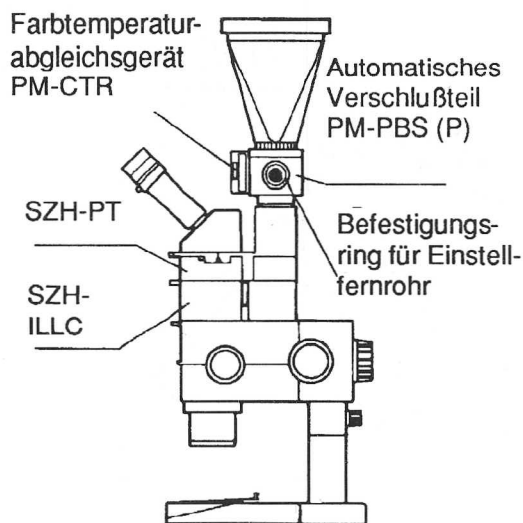

Abb. 18
Da das Mikroskop so konzipiert ist, daß Abgleich zwischen Beobachtung und Fotografie besteht, muß nach der Fokussierung am Binokulartubus für die Mikrofotografie nicht erneut scharfgestellt werden. Falls Sie für die Mikrofotografie exakter scharfstellen möchten, speziell bei niedrigen Vergrößerungen unter 20fach wegen der großen Tiefenschärfe, befestigen Sie das automatische Verschußteil PM-PBS(P) wie auf Abb. 18 dargestellt am Binokulartubus und stellen das Bild mit dem Einstellfernrohr und der Einstellupe PM-FT 36 scharf ein.